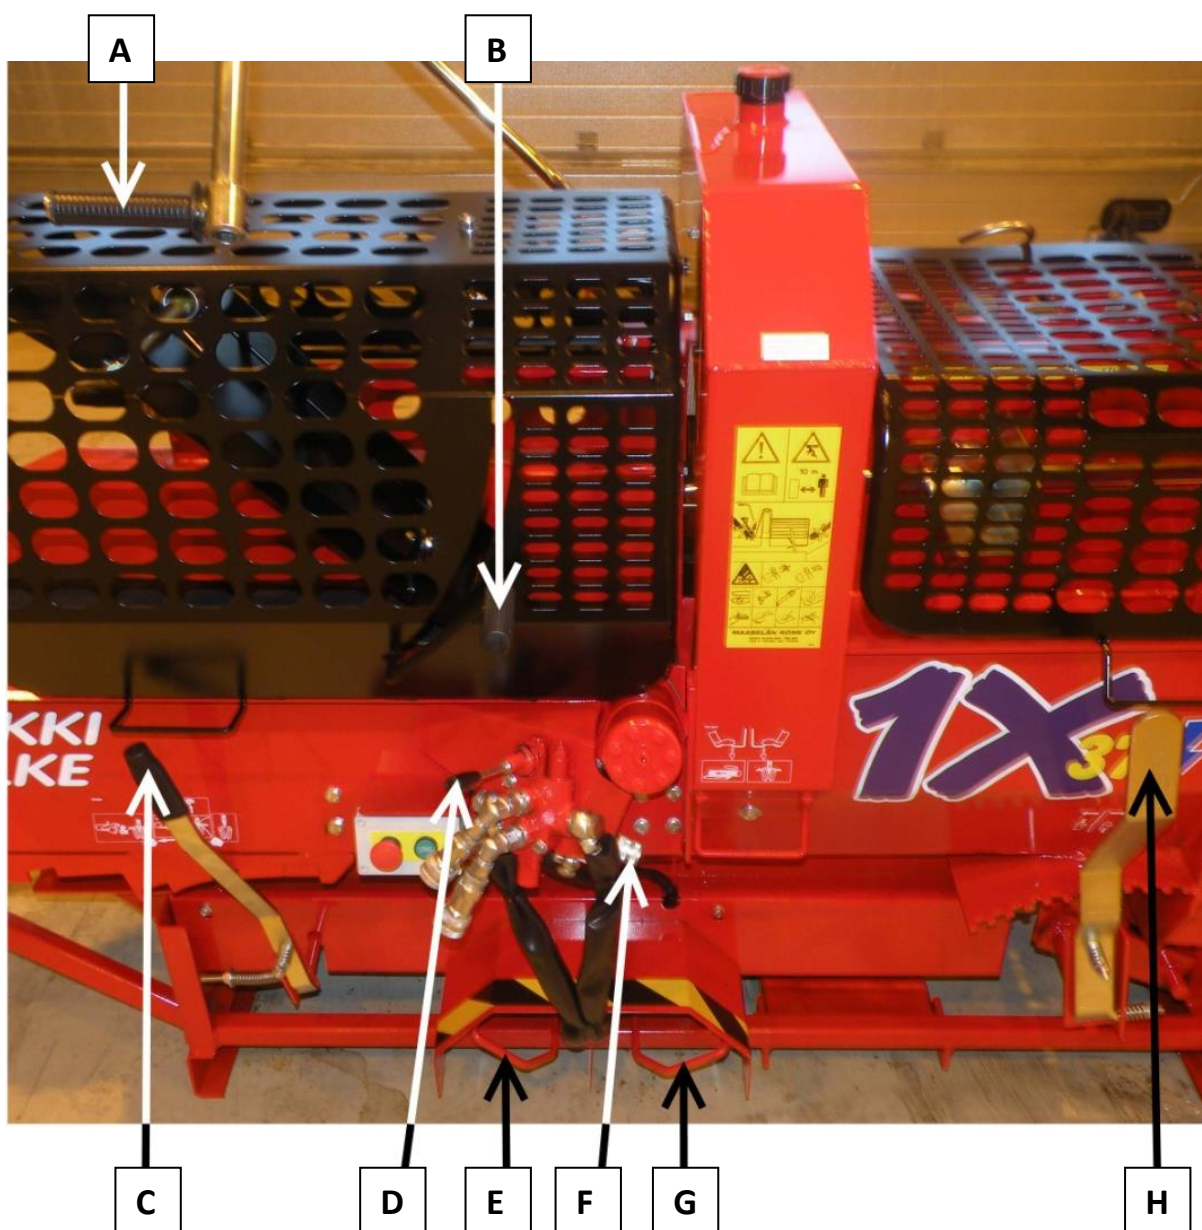

Bild 19. Maskinens (basmodellens) manöverorgan
Manöverorganen för vedmaskinen Hakki Pilke 37 (basmodellen) beskrivs i bild 19. Manöverorganens namn och funktioner är följande:
1. Justera längden på den ved som ska kapas genoom att placera klyvens driftspak C (på bild 19) i läget Sluta, varvid du kan öppna klyvbettets skydd.
Om Hakki Pilke 37 vedmaskinen är försedd med en vändbar utmatningstransportör roterar utmatningstransportörens band med hjälp av en hydraulisk motor. Du kan ändra bandets rotationshastighet med justeringen **F** på bild 19. Vänd transportören i sidled med ställspak A och handtag B enligt följande: